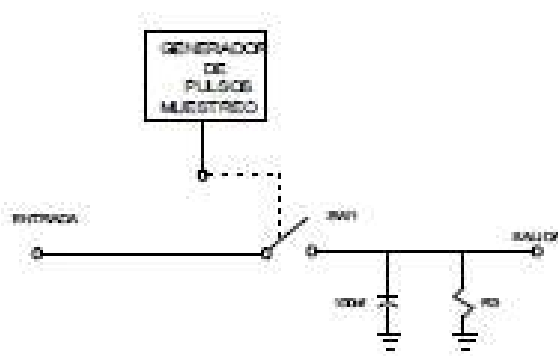

Figura 3.2
1. Arme el circuito mostrado en la figura 3.2.